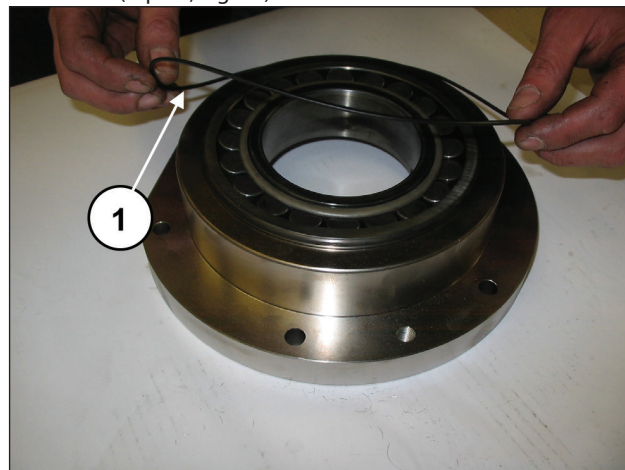

Fig. 72
Appliquer le joint torique à l'extérieur du cache porte-roulement (rep. ①, Fig. 72).